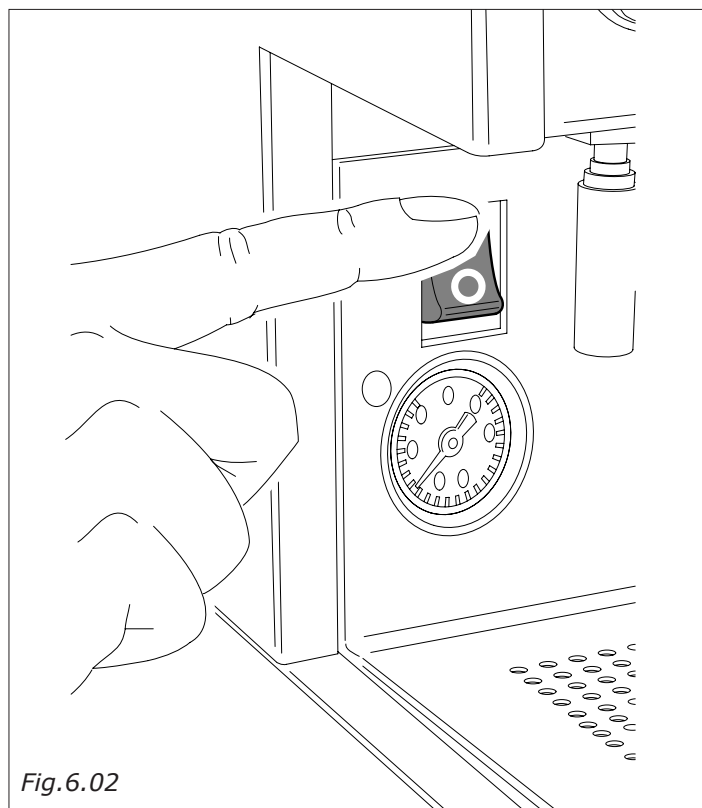

Fig. 6.02
- Posizionando l'interruttore generale (Fig. 6.02) su I si accenderà la spia dell'interruttore.